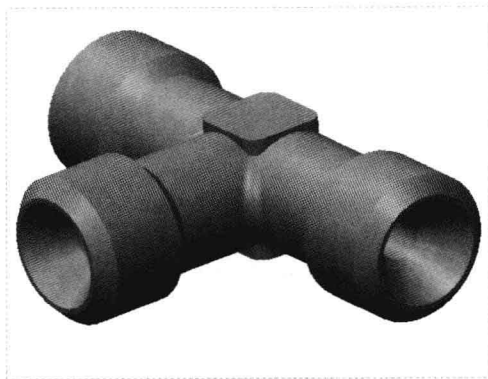

图 7-126 图形文件
Step 01 按【Ctrl+O】组合键,打开图形文件,如图 7-126 所示,在“功能区”选项板中切换至“分析”选项卡。